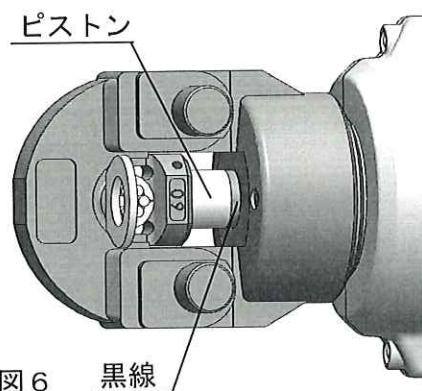

図6 黒線
- 8 更に作動スイッチを操作し、端子（スリーブ）が圧着され圧着規制装置が作動（音が変化）するまで操作してください。このときピストンのロッド部に表示された圧着完了ライン（黒線）が完全に見えていることを確認してください。完全に見えていれば圧着は正常におこなわれ、これで圧着完了です。（図6）